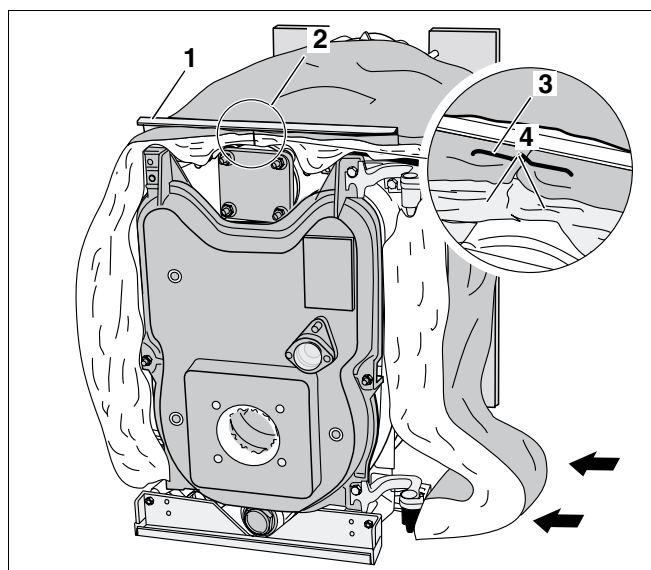

Fig. 43 Montarea izolației termice
- Izolația termică (Fig. 43, **Poz. 2**) se amplasează corespunzător Fig. 43 deasupra blocului de cazan.
- Izolația termică (Fig. 43, **Poz. 2**) se amplasează în direcția indicată de săgeată, sub blocul de cazan.
- Ambele eclise ale izolației termice (Fig. 43, **Poz. 4**) se amplasează pe traversele superioare (Fig. 43, **Poz. 1**) și se fixează (Fig. 43, **Poz. 3**) cu un arc de prindere.